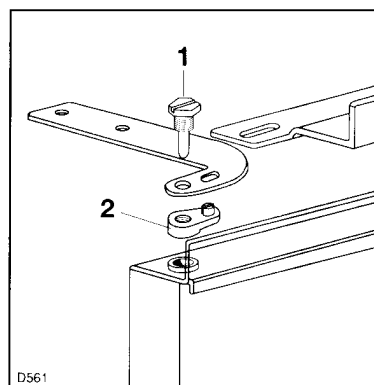
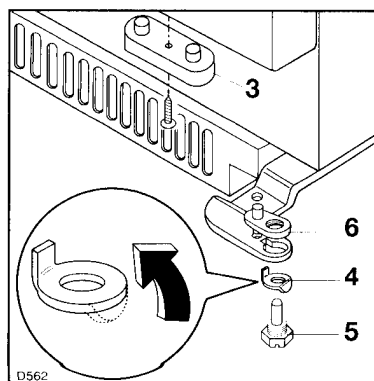
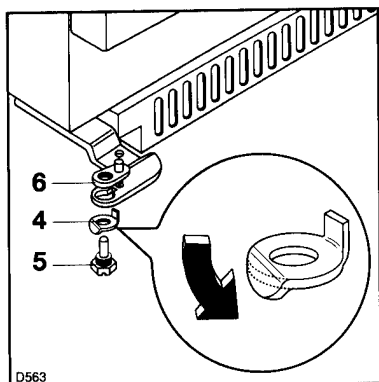

Fig. 2
Fig. 3
Fig. 4
Ôtez les pivots (1) et les bagues d'espacement (2) du haut et du bas, ainsi que la rondelle (4), qui se trouve à gauche de l'appareil (Fig. 2). Puis, démontez le bloc (3-Fig. 3).
Ôtez le pivot et la bague d'espacement du haut, à droite. Redressez la rondelle (4) de la charnière droite, qui se trouve dans le bas. Ôtez le pivot (5) et la bague d'espacement (6) (Fig. 3). Pour des raisons de sûreté, il faut plier avec un outil (tournevis, par exemple) la rondelle qui se trouve sous la charnière de gauche (Fig. 4). Démontez le bloc (3-Fig. 3) qui est à droite.